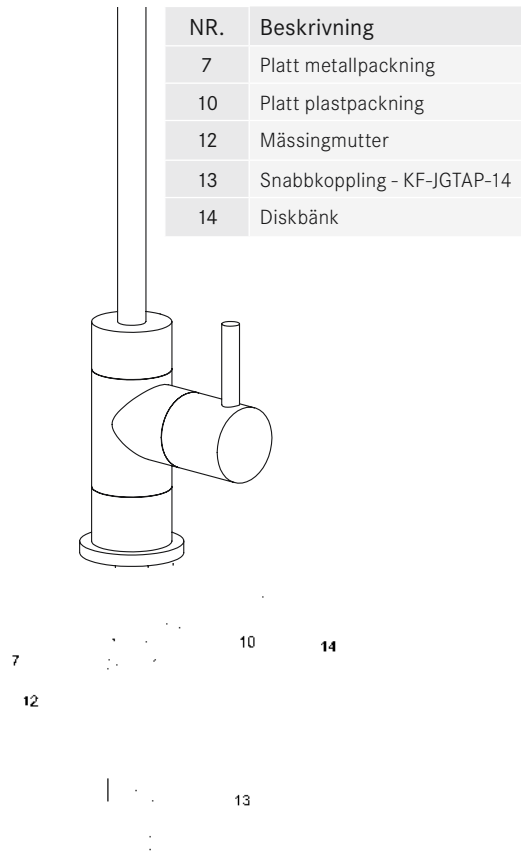

Fig. 17 Dricksvattenkran (KF-FA-CS)
3. Montera dricksvattenkranen i det nyss borrade hålet (se fig. 17)
4. Drag åt mässing muttern (nr. 12 i fig. 17) tillräckligt hårt för att kranen inte ska kunna snurra runt sin axel
5. Skruva på snabbkopplingen på krängängan (nr. 13 i fig. 17)